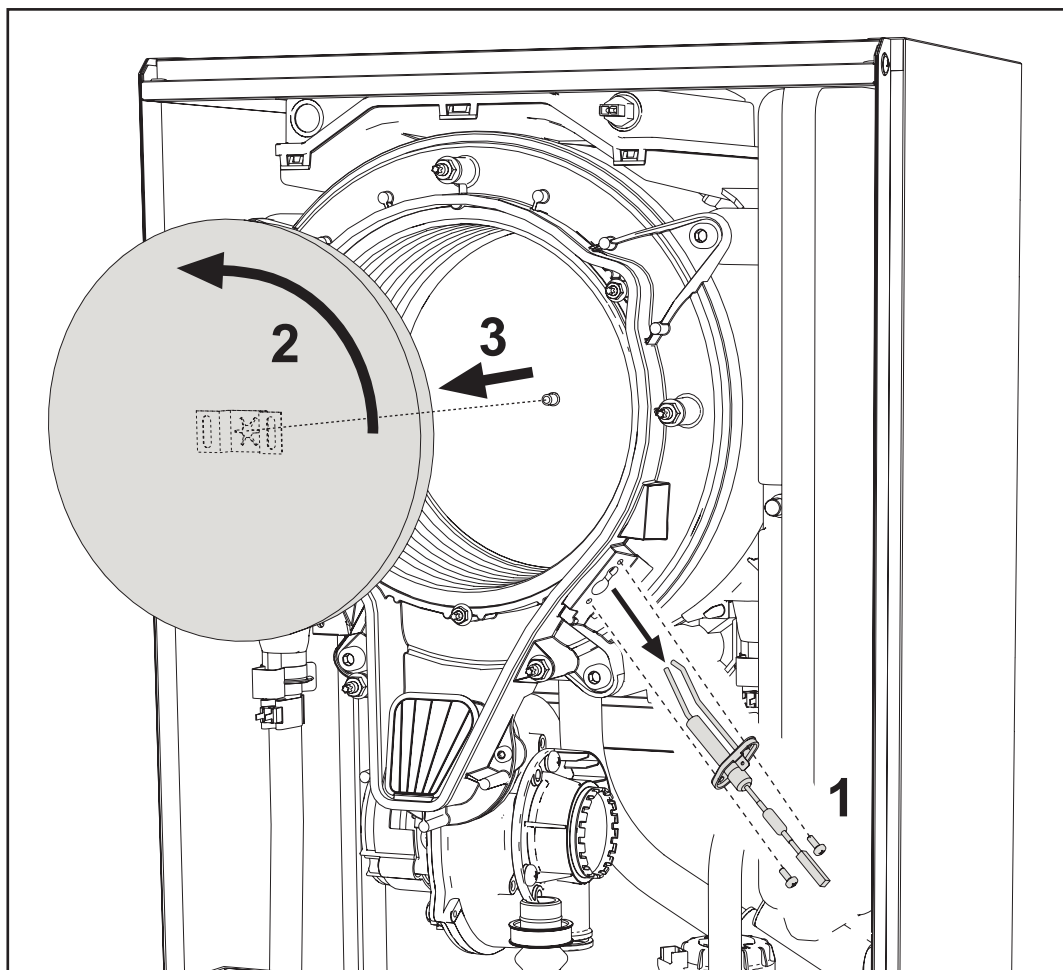

fig. 188 -
- Pulire l'interno dello scambiatore con gli accessori indicati in fig. 188.
- Togliere il coperchio dello scambiatore e il bruciatore (vedi fig. 188).
- Togliere il coperchio dello scambiatore e togliere il bruciatore (vedi fig. 188).
- Pulire l'elettrodo (vedi fig. 188).
- Dopo il fissaggio, controllare accuratamente la distanza tra gli elettrodi (vedi fig. 188).
- Rimontare e fissare il bruciatore (vedi fig. 188)
- Rimontare e fissare il coperchio bruciatore (vedi fig. 188)